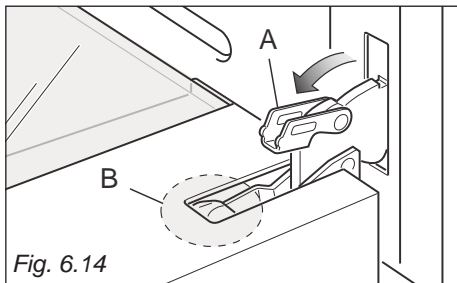

Fig. 6.14
- Låsebøjlerne "A" åbnes helt på venstre og højre side (Fig. 6.14).
- Luk forsigtigt ovnlågen indtil låsebøjlerne "A" hæfter sig på hængslet "B" på ovnlågen (Fig. 6.14, 6.15).